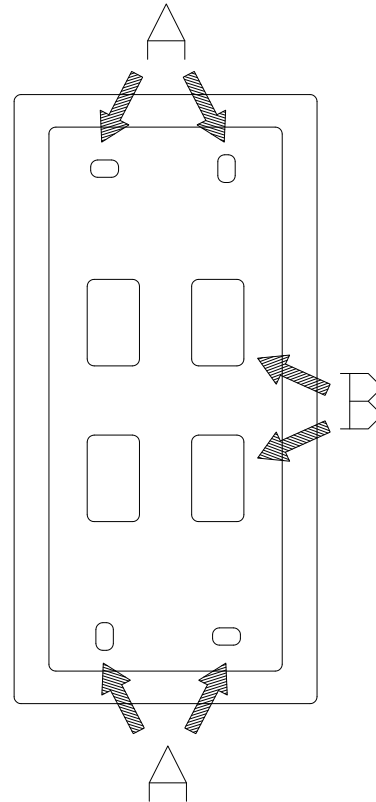

Rys. 1
1. Przejść przewody podłazienowe poprzez któryś z otworów **B** w tylnej części puszkicy (obudowy) (**rys. 1**).
2. Przykręcić puszkicę do podłogi wykorzystując otwory **A** znajdujące się w tylnej części puszkicy (**rys. 1**).